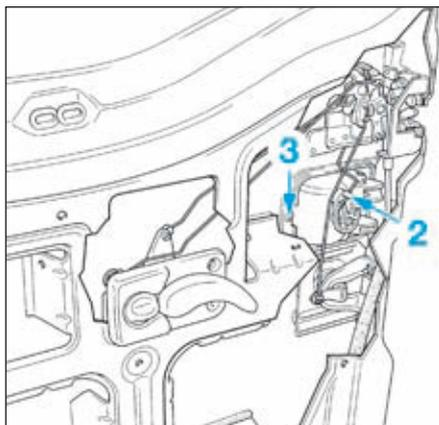

FIG.150
- Déposer (Fig.150) :
- la tringle de commande de serrure (2).
- la vis (3) de la poignée extérieure.